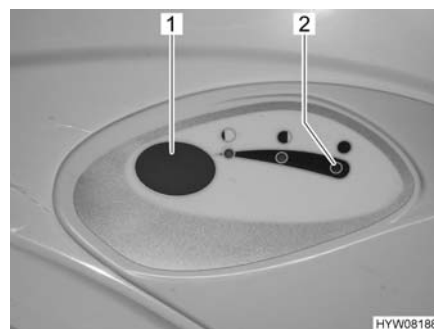

Fig. 167 Pulsante dello sciacquone/spia di controllo (toilette Thetford)
- Per sciacquare premere il pulsante blu (Fig. 167,1).
La spia di controllo (Fig. 167,2) si accende quando il serbatoio fecale deve essere svuotato.